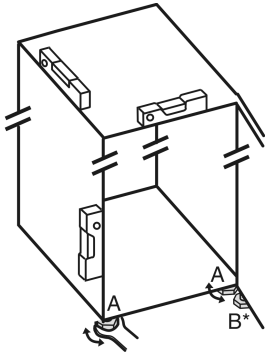

Fig. 23
- ▶ Odvrnite podesive nožice Fig. 23 (A) priloženim viličastim ključem i libelom prema van dok uređaj ne stoji čvrsto i ravno.
- ▶ Odvijte podesivu nožicu Fig. 23 (B) na podlošku ležaja priloženim viličastim ključem dok se ne podupre o pod.
- ▶ Nastavite okretati podesivu nožicu Fig. 23 (B) za 90°.